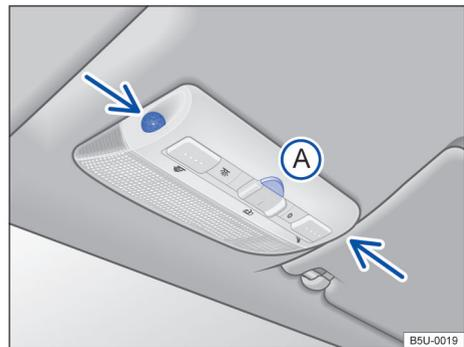

Fig. 47 No console do teto: sensores de monitoramento do interior do veículo e tecla (A) para desligar o monitoramento do interior do veículo.
O monitoramento do interior do veículo dispara o alarme com o veículo travado, se reconhecer movimentos no interior do veículo. O sensor e o receptor estão localizados no conjunto da lanterna de leitura → Fig. 47 (setas). ▶
- Pressionar a tecla → Fig. 47 . No painel de instrumentos, a luz de controle  se acende.